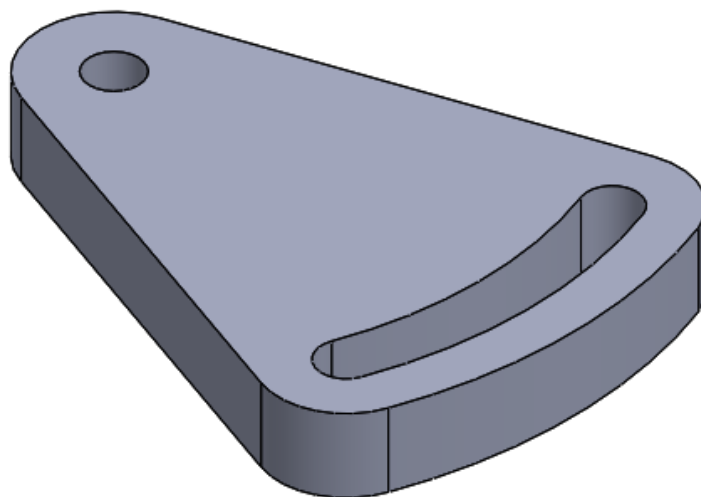

Ilustración 82
Paso 1: Se extruye la siguiente figura (ver ilustración 82)